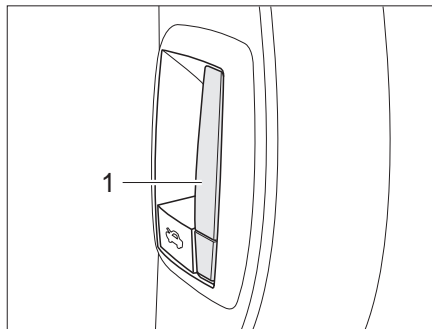

Fig. 29 Palanca de desbloqueo del capó del motor, en el interior
- Tirar de la palanca (Fig. 29,1) en el salpicadero, en el lado izquierdo del vehículo. El capó del motor abre hasta el tope del gancho de retención.